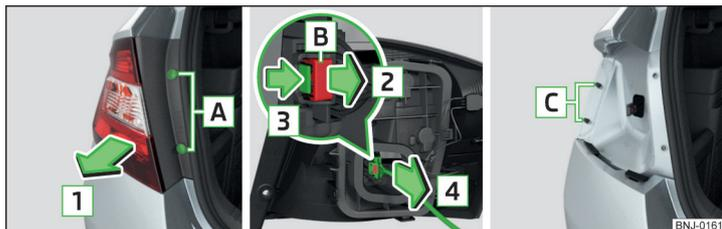
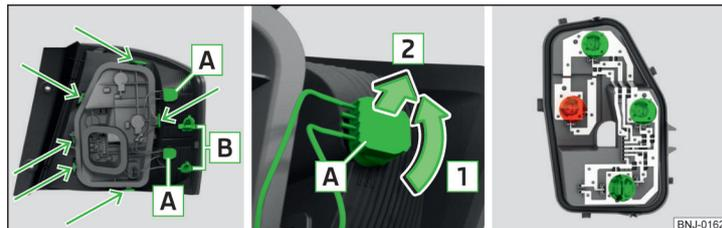

Fig. 195 Démontage des lampes / retrait de la fiche
Fig. 196 Partie extérieure de la lampe / retirer l'ampoule / support de la lampe
- Saisissez la lampe et retirez-la avec précaution dans le sens de la flèche **1** » fig. 195 hors des boulons **C**.
- Sécuriser le verrouillage dans le sens contraire de la flèche **2** » fig. 195.
- Insérer l'ampoule avec les ouvertures **B** » fig. 196 à la page 201 dans les boulons **C** » fig. 195 de la carrosserie.
- Tourner la douille avec l'ampoule **A** dans le sens de la flèche **1** » fig. 196.
- » fig. 196.